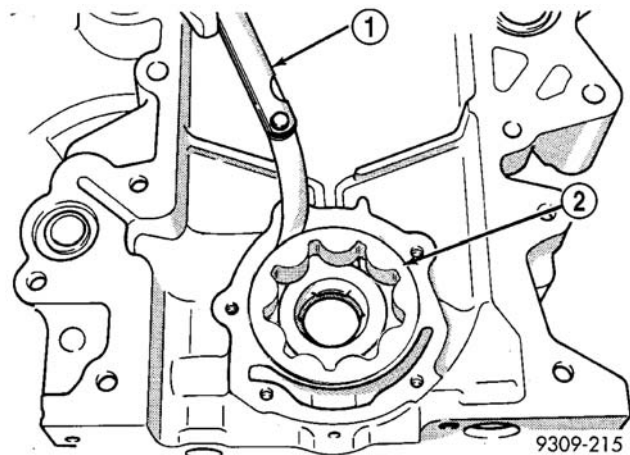

图 115 测量外转子在外壳内的间隙
- （5）将外转子装入链条箱外盖中。用手指压转子的一侧来测量转子与链条箱外盖之间的间隙（图 115）。若测量值为 0.39mm (0.015in.) 或更高，若外转子在规格以内则只须更换链条箱外盖。